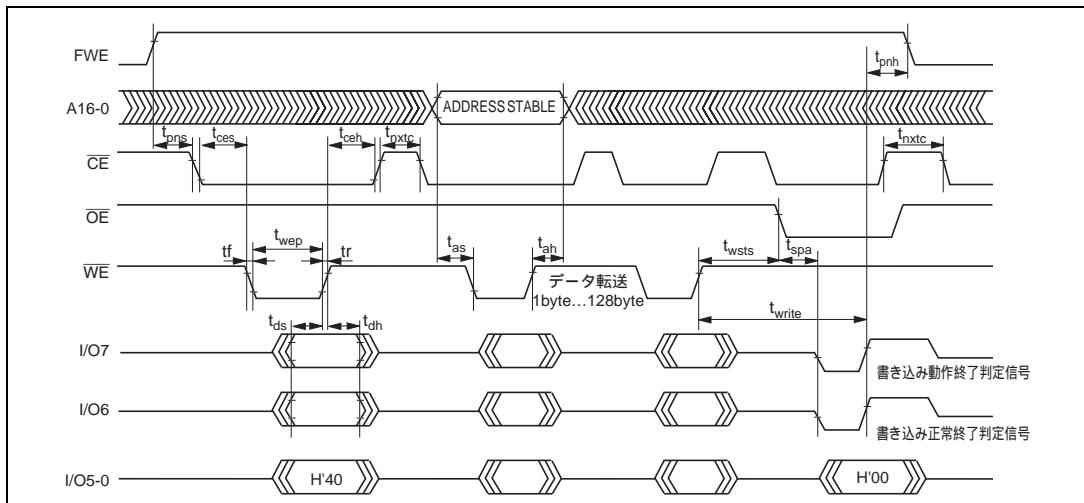

図 15.20 自動書き込みモードのタイミング波形
- メモリアドレスの転送は、第 2 サイクルで行います（図 15.20）。第 2 サイクル以降では転送しないでください。